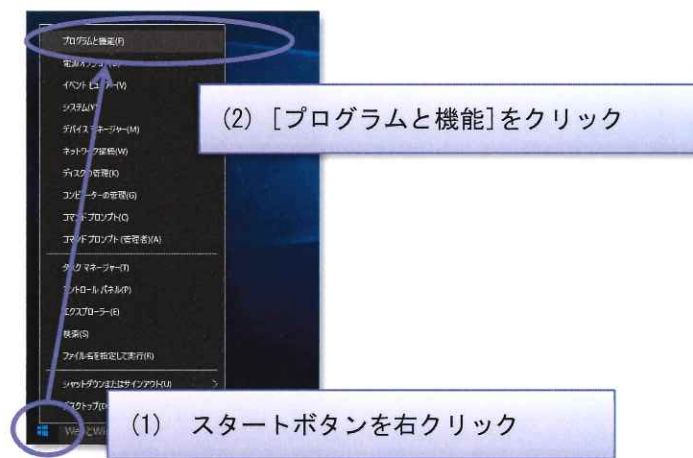

図 2.9 プログラムと機能
- (1) スタートボタンを右クリックして表示されたメニューから [プログラムと機能] をクリックするか、スタートメニューより [Windows システムツール > コントロールパネル] と選択し、[プログラムと機能] を選択します。(図 2.9)